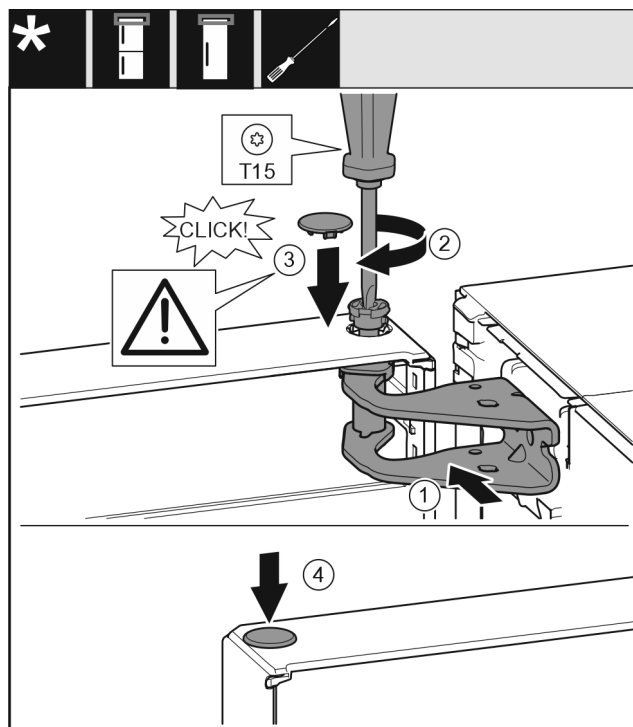

Fig. 21
- ▶ Выровняйте дверь вверх по отверстию в опорном кронштейне. Fig. 21 (1)
- ▶ Вставьте палец и затяните отверткой T15. Fig. 21 (2)
- ▶ Установите предохранительную крышку для защиты двери: Вставьте предохранительную крышку и проверьте, прилегает ли она к двери. В ином случае вставьте палец полностью. Fig. 21 (3)
- ▶ Вставьте заглушку. Fig. 21 (4)